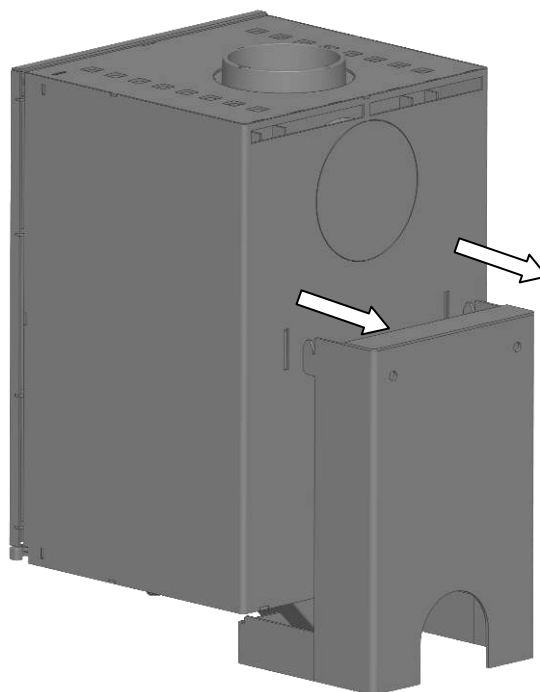
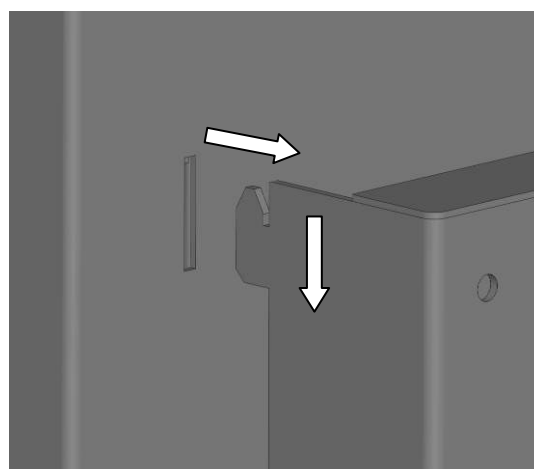

Fig. 5 : montage corps de base
Fig. 6 : détail montage corps du poêle
2. Accrocher le corps du poêle à deux dans les crochets de la fixation (Fig. 5 et Fig. 6). Veiller à ce que le corps du poêle glisse vers le bas jusqu'à la butée et qu'il soit en position horizontale.